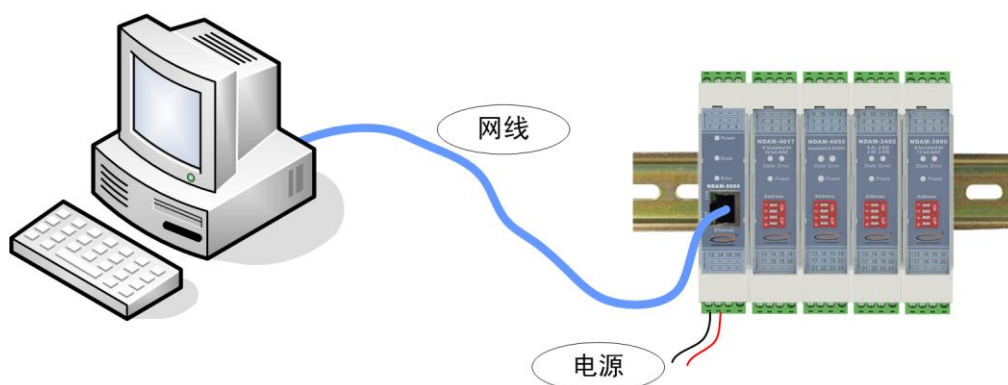

图 5.1 NDAM-7204 测试接线示意图
- 1) 将 PC 机、NDAM-9000 和 NDAM-7204 模块按照如图 5.1 所示进行连接；